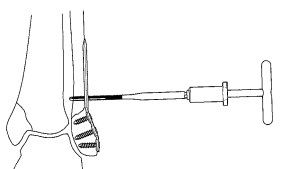

図9
- 3.5コーティカルスクリューの他端にTハンドルを装着し、イメージ下で確認しながらプレタップを行います。（図9）